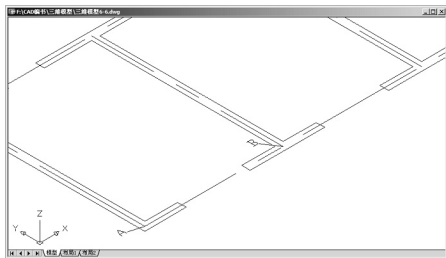
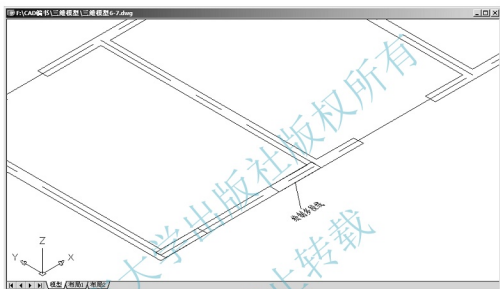

图 6.6 西南等轴测视图
图 6.7 绘制带有宽度的多段线
(1) 打开图“6.2.dwg”并设置【勒脚】图层为当前图层，关闭【阳台】和【室外】图层。
(2) 执行菜单栏中的【视图】|【三维视图】|【西南等轴测】命令，并用【窗口放大】命令将视图放大，结果如图 6.6 所示。
(3) 打开【对象捕捉】功能，并启动绘制多段线命令。
① 在指定起点：提示下，捕捉如图 6.6 中所示的 A 点作为多段线的起点。
② 在指定下一个点或 [圆弧 (A)/ 半宽 (H)/ 长度 (L)/ 放弃 (U)/ 宽度 (W)]: 提示下，输入“W”后按 Enter 键。
③ 在指定起点宽度 <0.0000>: 提示下，输入“240”后按 Enter 键。
④ 在指定端点宽度 <240.0000>: 提示下，按 Enter 键执行尖括号内的默认值“240.0000”。这样，将多段线的宽度由 0mm 改为 240mm。
⑤ 在指定下一点或 [圆弧 (A)/ 闭合 (C)/ 半宽 (H)/ 长度 (L)/ 放弃 (U)/ 宽度 (W)]: 提示下，捕捉如图 6.6 中所示的 B 点作为多段线的终点，按 Enter 键结束命令。结果绘制出一条宽度为 240mm 的二维多段线，如图 6.7 所示。